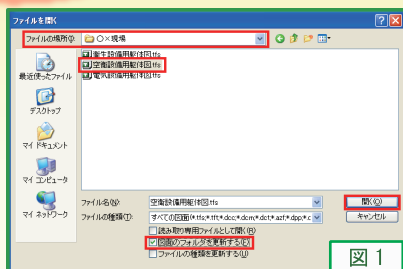

図 1
1. メニューバー [ファイル] - [開く] で「ファイルを開く」ダイアログを表示し、「ファイルの場所」で指定したいフォルダを選択します (図 1)。
2. 「図面のフォルダを更新する」にチェックを入れて、ファイルを開きます。これで次回から、指定したフォルダが最初に表示されます (同 図 1)。